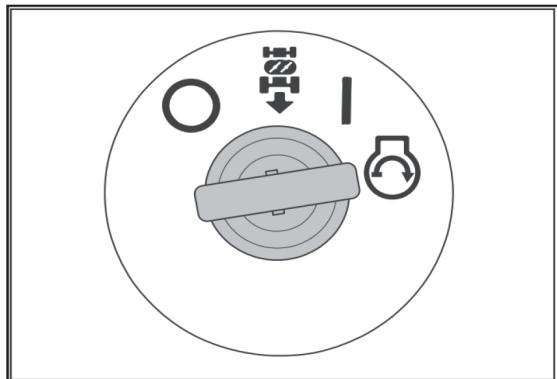

Рис. 30
3. Вставьте ключ зажигания в замок и поверните его в положение «Старт» (Рис.30). Когда двигатель запустится, немедленно отпустите ключ зажигания, и он автоматически возвратиться в положение ON (I), когда вы отпускаете его.